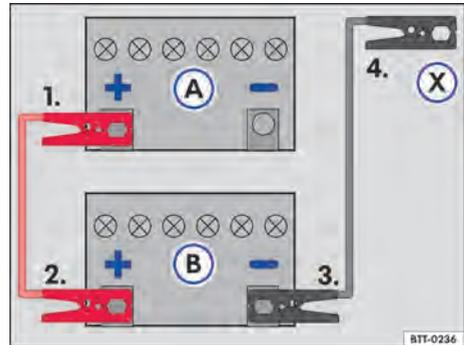

Fig. 179 Esquema para la conexión de los cables auxiliares de arranque: batería del vehículo descargada (A) y batería del vehículo que provee la corriente (B).
Leyenda para → fig. 179:
◀ Conectar el cable de arranque auxiliar solo en la secuencia 1 – 2 – 3 – 4 → fig. 179.
- Conectar una extremidad del cable auxiliar de arranque *rojo* al polo positivo (+) del vehículo con la batería del vehículo descargada → fig. 179 (A) → ⚠.
- Conectar el otro extremo del cable de arranque auxiliar *rojo* al polo positivo (+) del vehículo que suministra corriente (B).
- Conectar un extremo del cable de arranque auxiliar *negro* al polo negativo de la batería del vehículo que suministra la corriente (B).
- Conectar el otro extremo del cable de arranque auxiliar *negro* (X) al vehículo con la batería del vehículo descargada en una pieza maciza de metal atornillada firmemente al bloque del motor o en el mismo bloque del motor - aunque no cerca de la batería (A) → ⚠.